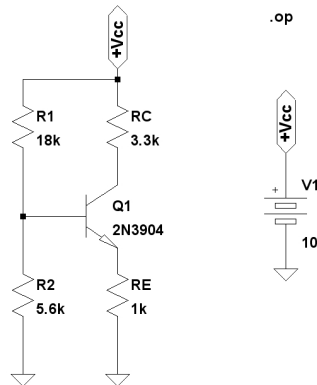

Figura 1: Punto de operación de un transistor
1. Calcular la corriente de colector y emisor para el circuito de la Figura 1 haciendo uso del análisis de punto de operación.